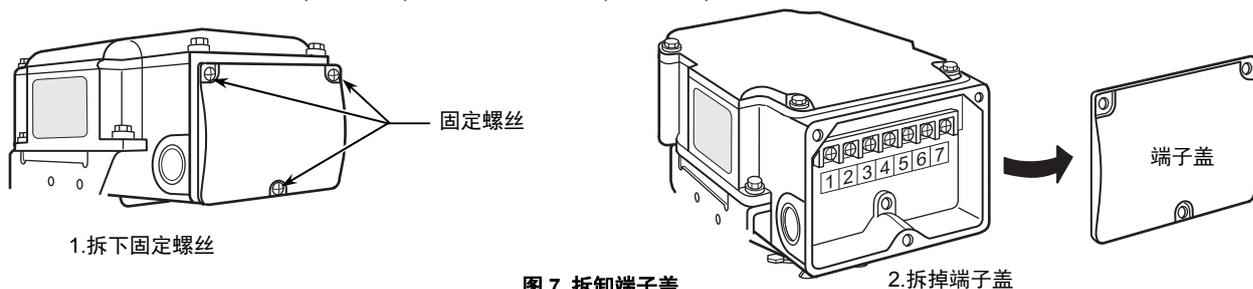

图7 拆卸端子盖
(2)拆下端子盖上的3颗固定螺丝(M4×10),并拆掉端子盖(参照图7)。